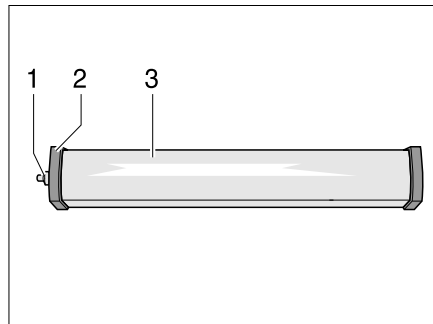

Bild 179 Raumleuchte
- Kappe (Bild 179,1) abschrauben.
- Deckel (Bild 179,2) abnehmen.
- Leuchtenabdeckung (Bild 179,3) leicht zusammendrücken und abnehmen.